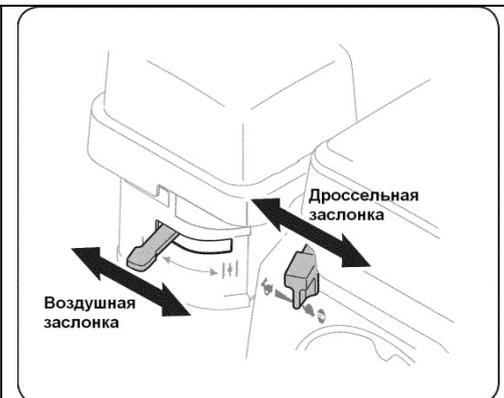

Рис.13
4. Переместите рычаг управления воздушной заслонкой в положение СНОКЕ  /для теплого двигателя, возможно, это не понадобится/. См. Рис. 13.
. См. Рис. 13.